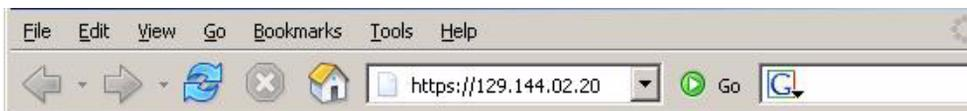

FIGURE 2-1 Ouverture d'une session avec une interface graphique Web
- Pour établir une connexion avec l'interface graphique Web du processeur de service Embedded LOM, saisissez l'adresse IP du processeur de service dans la zone d'adresse du navigateur, puis appuyez sur Entrée. Par exemple, supposons que l'adresse IP du processeur de service est 129.144.02.20. Reportez-vous à l'exemple de la FIGURE 2-1.